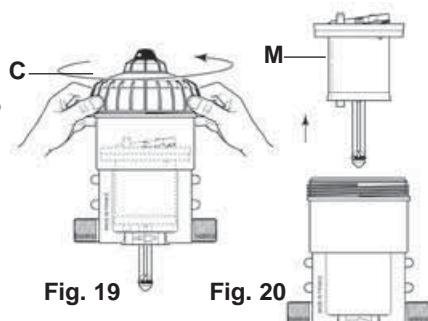

Fig. 19
- Svitare la campana a mano (Fig. 19-C) e rimuoverla.